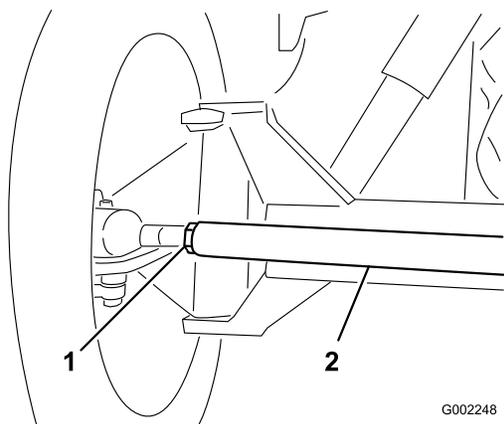

Рисунок 84
- Если измеренное значение выходит за пределы заданного диапазона, ослабьте контргайки с обоих концов тяг (Рисунок 84).